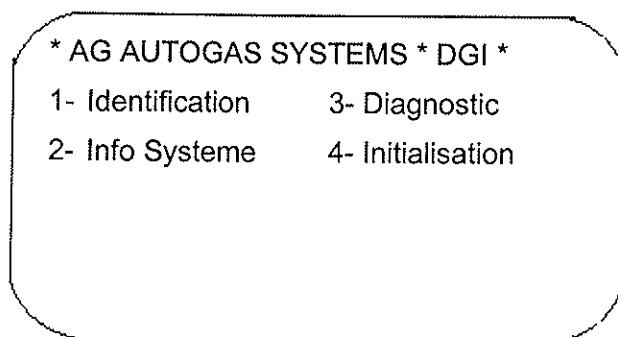

figure 5-17: Le menu principal
- Pour entrer en contact avec l'ordinateur DGI il faut taper le code d'entrée "AG" ou "ag". L'ordinateur DGI envoie alors le menu principal selon la figure 5-17 dont on peut choisir l'option désirée en tapant le chiffre correspondant. Au chapitre 4 toutes ces options sont décrites en détail.